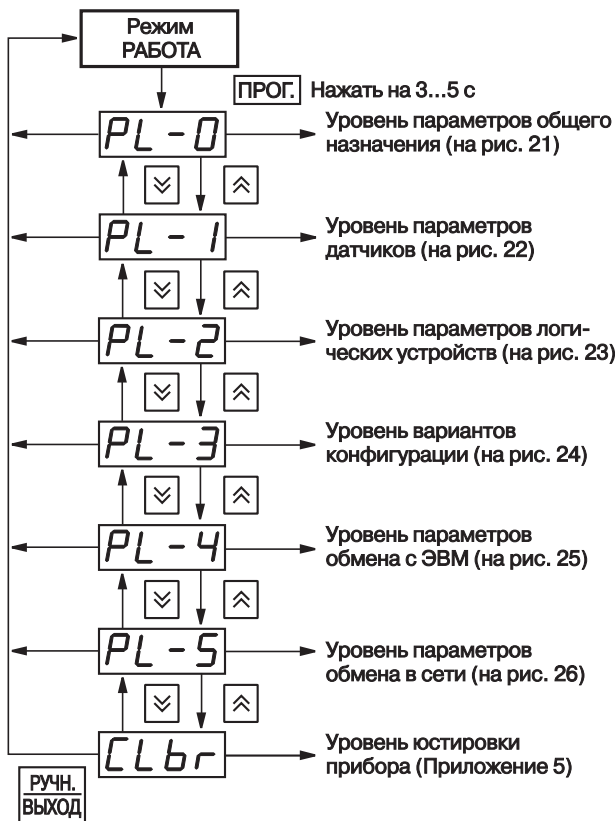

Рис. 19. Схема выбора уровня программируемых параметров
6.2.2. Для предварительной конфигурации схемы прибора выбрать один из ее типовых вариантов (наиболее подходящий для выполнения технологического процесса), из числа приведенных в табл.П3.4 прил. 3, и произвести его установку в соответствии с рис. 19.
7.2.3. Перевод прибора из режима РАБОТА в режим ПРОГРАММИРОВАНИЕ осуществляется нажатием и удержанием кнопки  в течение примерно 3 с (до появления на индикаторе **ЦИ-1** заставки **ProG**, а на индикаторе **ЦИ-2** - заставки **PL-0**). После чего оператор может выбрать уровень, на котором будут производиться просмотр или изменение параметров, см. рис. 19.